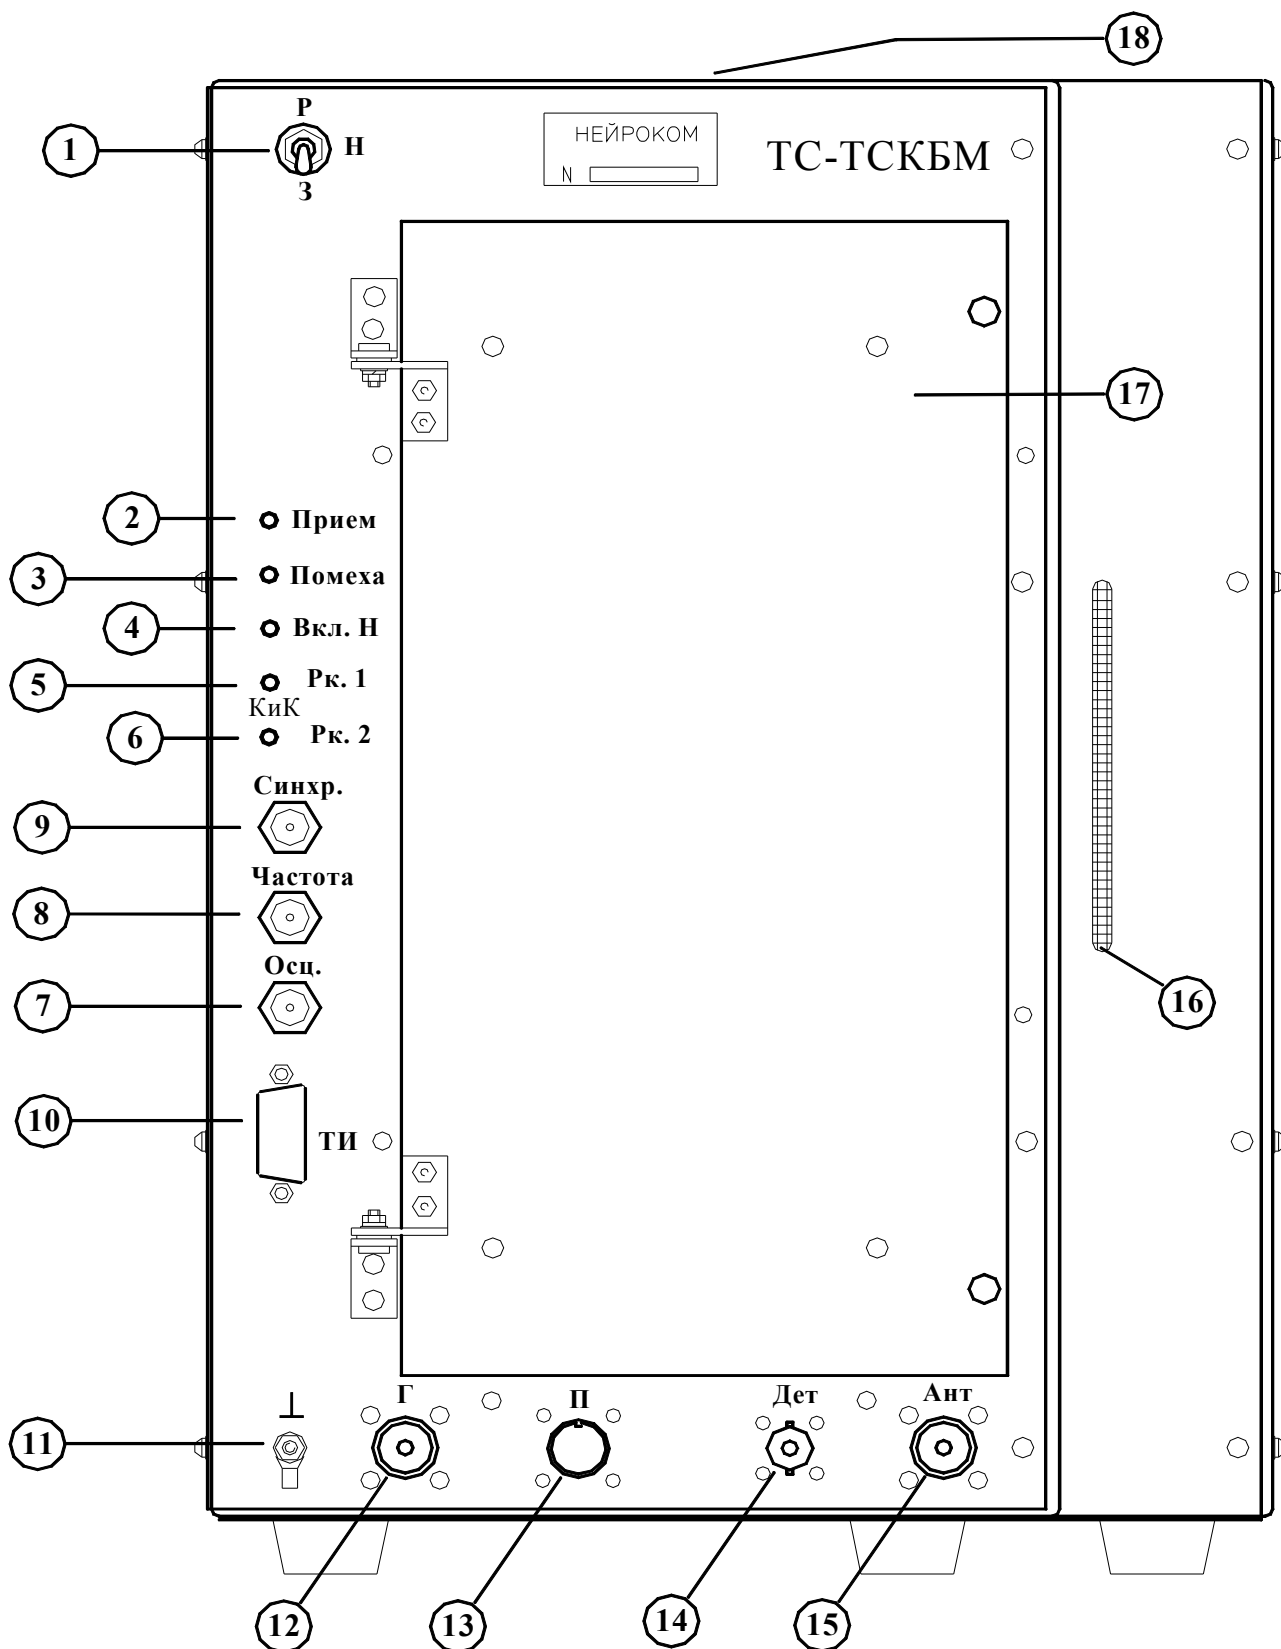

Рисунок 1.1 – Органы управления и индикации блока ТС-ТСКБМ
Примечание 2 – Позиции органов управления, индикации и разъемов на блоках ТС-ТСКБМ и ТИ-ТСКБМ (рис. 1.1, 1.2) имеют сквозную нумерацию. Далее в тексте, если перед наименованием органа стоит цифра, то она обозначает номер позиции этого органа на рис. 1.1 и 1.2.
1.4.2 Органы управления и индикации блока ТС-ТСКБМ. Смотри рисунок 1.1.